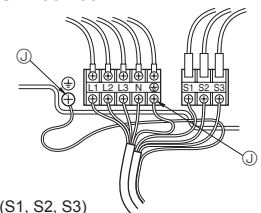

Fig. 7-2
7.1. Unidade exterior (Fig. 7-1, Fig. 7-2)
- ① Remova o painel de manutenção.
- ② Ligue os cabos consultando a Fig. 7-1 e a Fig. 7-2.